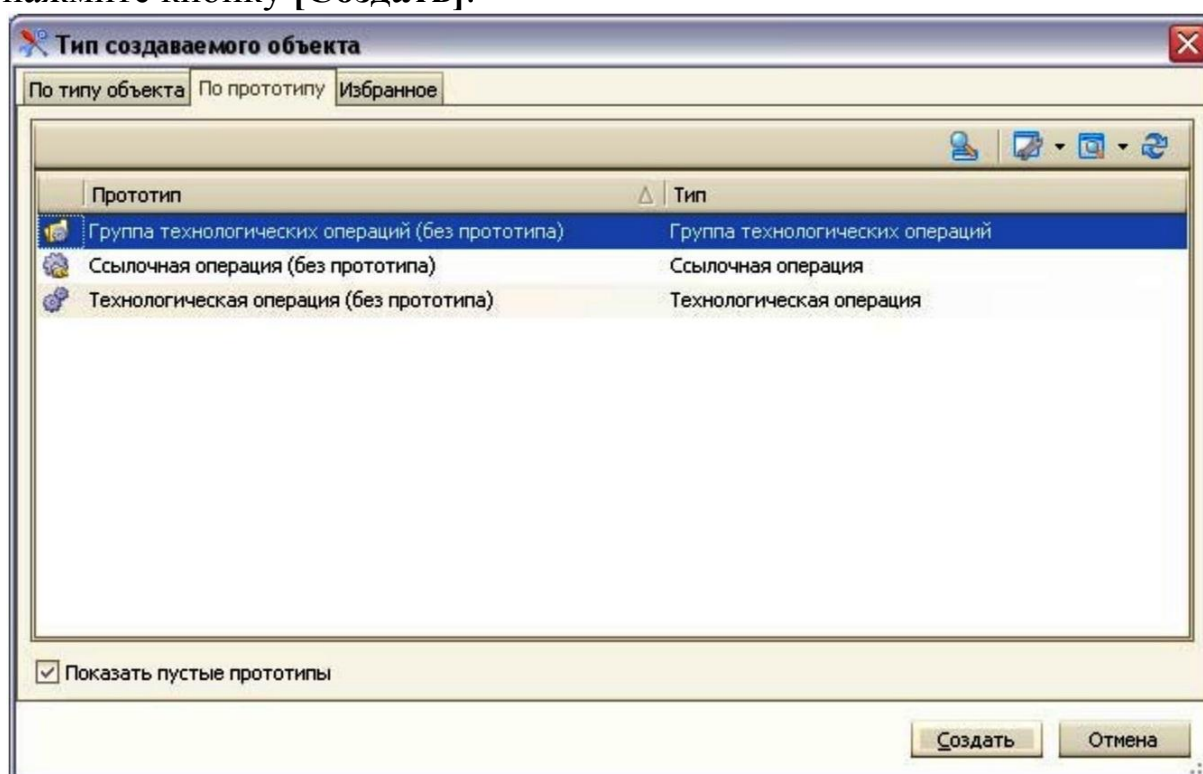

Рис. 23 Окно «Тип создаваемого объекта»
6. В появившемся окне «**Тип создаваемого объекта**» (рис. 23) выберите необходимый тип (прототип) создаваемого объекта и нажмите кнопку **[Создать]**.
*Объект может создаваться на основе типа и прототипа. Для выбора типа или прототипа создаваемого объекта используется диалог «Тип создаваемого объекта» (рис. 23). В диалоге представлены все зарегистрированные в справочнике типы, которые могут быть использованы для создания объектов на данном уровне иерархии (исключая абстрактные), а также созданные на их основе прототипы.*
4. В появившемся окне «Тип создаваемого объекта» (рис. 23) выберите необходимый тип (прототип) создаваемого объекта и нажмите кнопку [Создать].